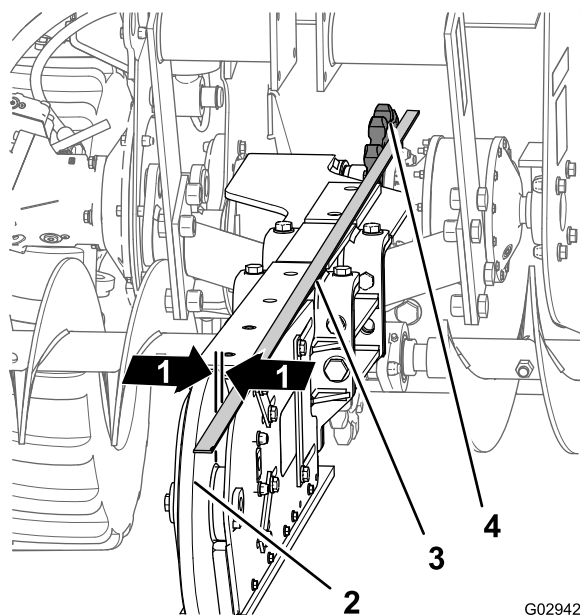
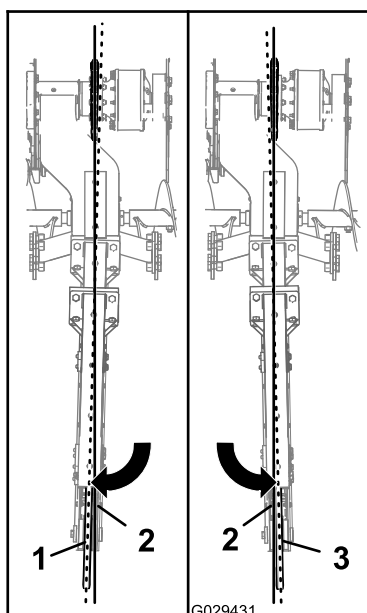

Figure 8
Figure 9
- Placez une règle contre le pignon d'entraînement de la chaîne d'excavation et en travers du galet d'extrémité (Figure 8).
- Contrôlez l'alignement de l'extension et de l'élince comme montré à la Figure 8 et notez les mesures sur la Feuille de calcul d'alignement ci-après :
travers de la face droite du pignon d'entraînement et mesurez l'espace (dimension A) entre la règle et le galet d'extrémité (Figure 8 et Figure 9).
- **Élinde déportée à droite :** Si l'élinde est alignée sur la droite de l'axe du pignon, placez une règle en travers de la face gauche du pignon d'entraînement et mesurez l'espace (dimension A) entre la règle et le galet d'extrémité (Figure 8 et Figure 9).
- Placez une règle contre le pignon d'entraînement de la chaîne d'excavation et en travers du galet d'extrémité; voir Figure 8 dans Alignement de l'élinde sur le support de fixation et de l'extension (page 5).
- Contrôlez l'alignement de l'extension et de l'élinde comme montré à la Figure 8 de Alignement de l'élinde sur le support de fixation et de l'extension (page 5) et notez les mesures sur la **Feuille de calcul d'alignement** ci-après :
- **Élinde déportée à gauche :** si l'élinde est alignée sur la gauche de l'axe du pignon, placez une règle en travers de la face droite du pignon d'entraînement et mesurez l'espace (dimension A) entre la règle et le galet d'extrémité; voir Figure 8 et Figure 9 dans Alignement de l'élinde sur le support de fixation et de l'extension (page 5).
- **Élinde déportée à droite :** si l'élinde est alignée sur la droite de l'axe du pignon, placez une règle en travers de la face droite du pignon d'entraînement et mesurez l'espace (dimension A) entre la règle et le galet d'extrémité; voir Figure 8 et Figure 9 dans Alignement de l'élinde sur le support de fixation et de l'extension (page 5).